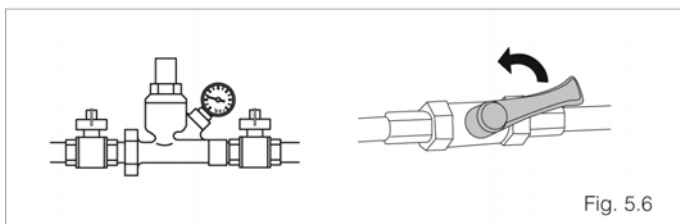

Fig. 5.6
- закройте краны на трубопроводе топлива и на трубопроводе воды (рис. 5.6).